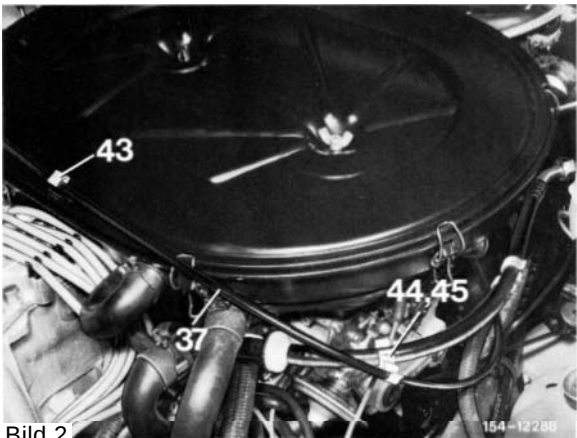

Bild 2
3 Luftfilterdeckel abnehmen und ein Loch nach Bild 2 mit 6,3 mm Durchmesser bohren. Anschließend Clips (43) montieren.
5 Seilzug (37) mit den Teilen (43 bis 46) nach Bild 2 und 3 befestigen.